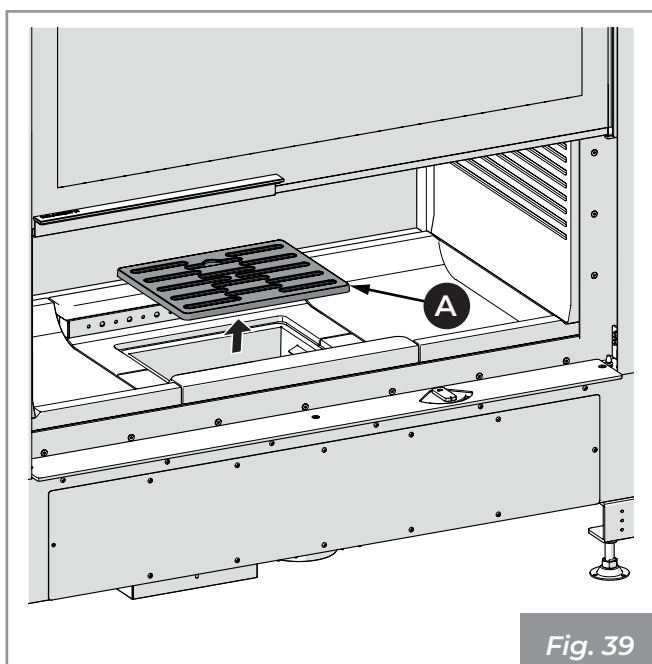

Fig. 39
- 1) S'assurer que la grille (A) (Fig. 39) soit libre de tout résidu de combustion pouvant obstruer le passage de l'air. La retirer et effectuer le nettoyage du foyer en utilisant une balayette (non fourni) en faisant convoyer les résidus de la combustion dans le tiroir des cendres. Faire attention aux braises qui brûlent.